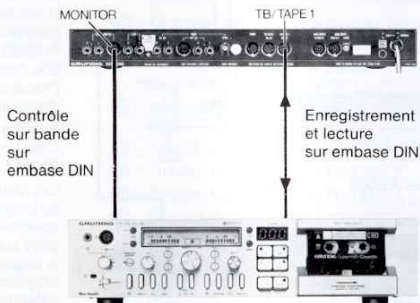

Fig. 5
Si, au cours d'un enregistrement, on appuie sur la touche "Monitor" (pos. 9) du préamplificateur, l'enregistrement continue sans interruption; seul le signal sera disponible sur les broches 3 et 5 (lecture) de l'embase "Monitor". On obtient ainsi le meilleur contrôle possible du programme enregistré. Ce fonctionnement "Monitor" permet donc une comparaison directe entre l'original et la copie. La figure 5 montre le schéma de raccordement pour l'enregistrement sur magnétophone.